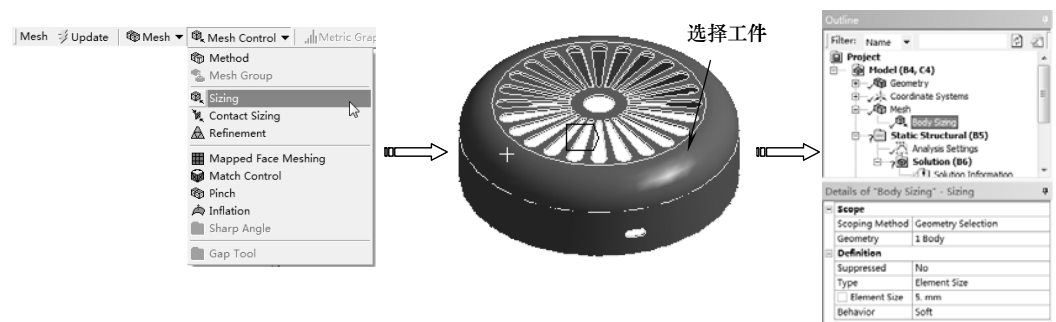

图 9-11 设置网格尺寸
2) 在【Outline (分析树)】中选择【Mesh】节点, 单击【Mesh】工具栏上的【Mesh Control (网格控制)】|【Sizing (尺寸)】命令, 单击【图形】工具栏上的选择模式下的【Box Select (框选)】按钮 , 然后再单击【Body (选择体)】按钮 , 在【Details of “Body Sizing” Sizing】列表中单击【Scope】选项下的【Scoping Method】项, 框选所有实体, 单击【Geometry】项中的【Apply】按钮完成。在【Element Size】文本框中输入 5mm, 如图 9-11 所示。